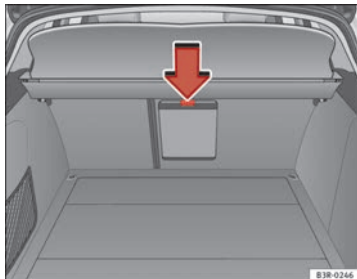

Fig. 128 Detalle del asiento trasero desde atrás: Tapa del saco para objetos alargados
- Oprima la tecla de desbloqueo de la tapa del saco para objetos alargados ⇒ fig. 128 -flecha- y gírela hacia abajo.